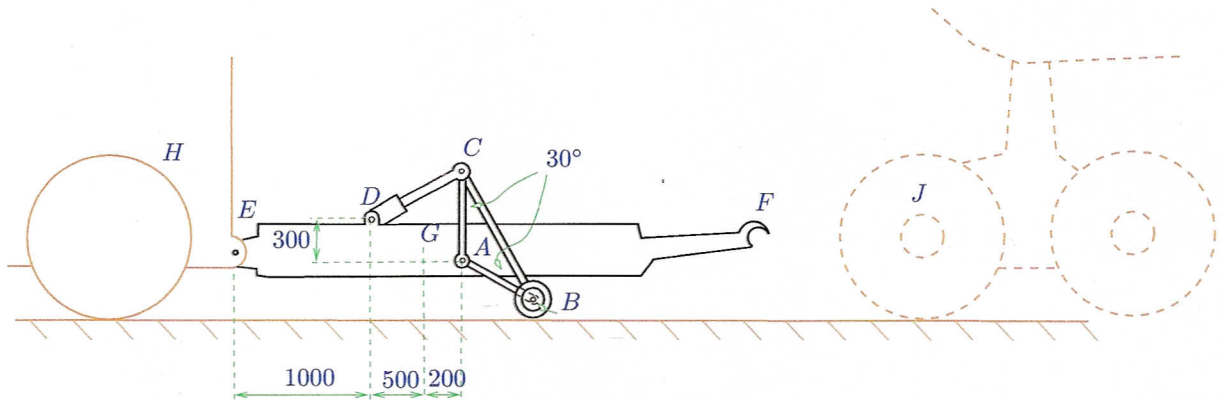

Figura 1: Barra de enganche.
1. (20 puntos). En la Figura 1 se tiene una 'barra de remolque' que se conecta con el tractor H por medio del pasador E . Esta barra se debe enganchar con el tren de aterrizaje J del avión. Para ajustar el gancho F a la altura requerida, se usa un cilindro hidráulico CD . En